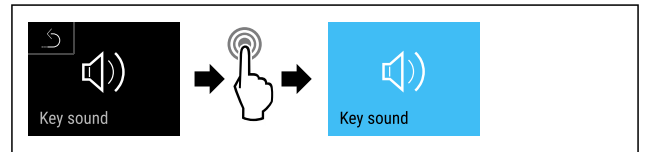

Fig. 112
- ▶ Seguir los pasos de procedimiento (consulte Fig. 112) .